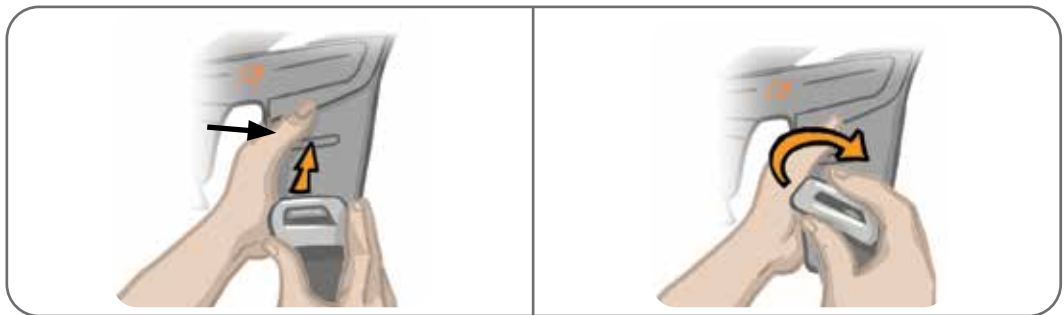

Abbildung 8-13: Abnehmen der Oberschenkelgurte
1. Drücken Sie die Gurtschnalle mit einer drehenden Bewegung zur Oberschenkelmanschette. Siehe Abbildung 8-13.